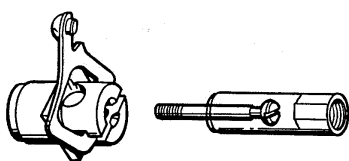
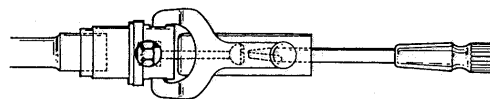

Рис. 4
Рис. 5
- Вставьте винт (21) в пластиковую втулку (22) с ее шестигранной стороны.
- Введите резьбовую часть винта (21) в корпус механизма клапана (24) со стороны прорези для рычага. (см. рис. 4).
- Вставьте 2,5-миллиметровую отвертку внутрь пластиковой втулки (22) и введите в зацепление со шлицами винта (21).
- Вставьте с обратной стороны корпуса механизма клапана (24) торцевой трубчатый ключ на 5,5 мм со вставленной в него новой самоконтрящейся гайкой (26) и закрутите гайку на несколько оборотов, предварительно одев на винт (21) шайбу (25). (см. рис. 5).
- Удерживая корпус механизма в руках, введите отвертку в зацепление со шлицами винта (21). С обратной стороны, на самоконтрящуюся гайку (26) должен быть надет трубчатый ключ на 5.5 мм.
- Установите рычаг в вертикальное положение, подложив под него большой палец. Закручивайте гайку до тех пор, пока рычаг (23) не дотронется до втулки (22). Зазор между торцом втулки (22) и торцом корпуса механизма клапана (24) должен быть не более 1 мм.
- Закрутите вручную винт (20) в пластиковую втулку (22).
- Вставьте узел в сборе в отверстие корпуса (17) дыхательного автомата.
- Установите в канавку между корпусом (17) дыхательного автомата и корпусом (24) механизма клапана уплотнительное кольцо (18).
- Используя шестигранный ключ на 5 мм, закрутите заглушку (19) не применяя чрезмерное усилие.
- Оденьте на стержень (8), с установленной в него новой тарелкой (9) клапана, пружину (7). Вставьте получившийся узел в корпус дыхательного автомата со стороны впрессованной металлической втулки.
- Удерживая рожковым ключом на 7 мм пластиковую втулку (22), вкрутите в винт (20), с помощью приспособления Arctic, стержень (8), и затяните соединение, не применяя чрезмерное усилие.